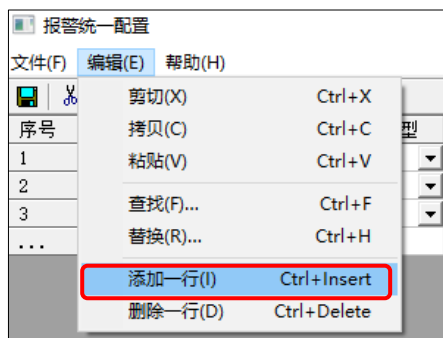

图 4.5-3 菜单栏新增报警行
- ① 通过图 4.5-3 中的“编辑” → “添加一行”，实现新增报警行。